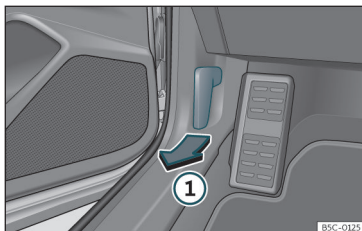

Fig. 212 Leva di sblocco nel vano piedi del lato conducente.
- Aprire la porta e tirare la leva posta al di sotto del cruscotto »» **fig. 212** ①.